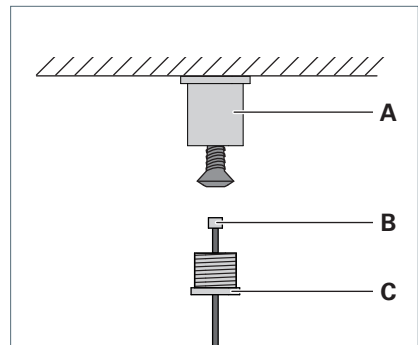

Fig. 10: Deckenbefestiger montieren.
- ▶ Schrauben Sie die Hülse **A** mit einer geeigneten Schraube an die Decke, siehe Fig. 10.